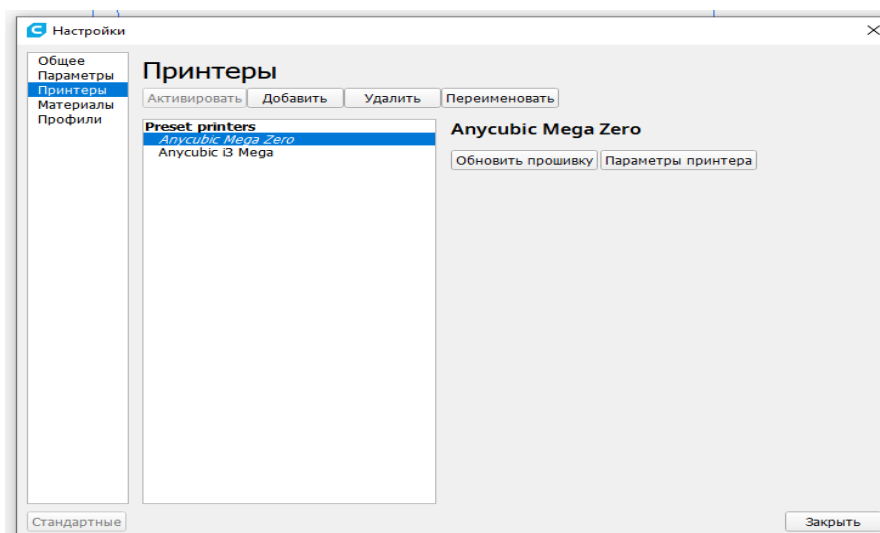

Рисунок 29. Настройка принтера в UltiMaker Cura
3. Выберите модель Вашего принтера – при первом запуске UltiMaker Cura необходимо выбрать принтер (рис. 29).